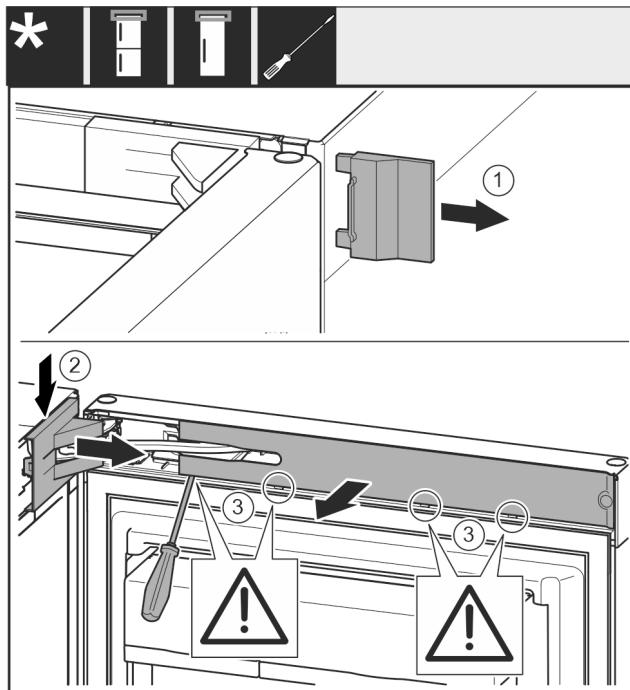

Fig. 5
- Αφαιρέστε το εξωτερικό κάλυμμα. Fig. 5 (1)
- Αφαιρέστε το κάλυμμα του στηρίγματος. Fig. 5 (2)
- Ξεκουμπώστε το διακοσμητικό κάλυμμα με ίσιο κατσαβίδι και παραμερίστε το προς το πλάι. Fig. 5 (3)